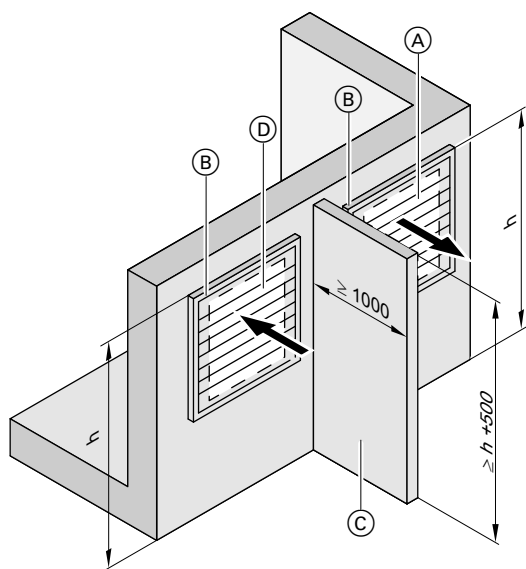

Abb. 7
- ☒ Trennwand (falls erforderlich): Siehe folgende Tabelle und Abb. 7 und 8.
- Ⓠ Trennwand (falls erforderlich): Siehe folgende Tabelle und Abb. 7 und 8.